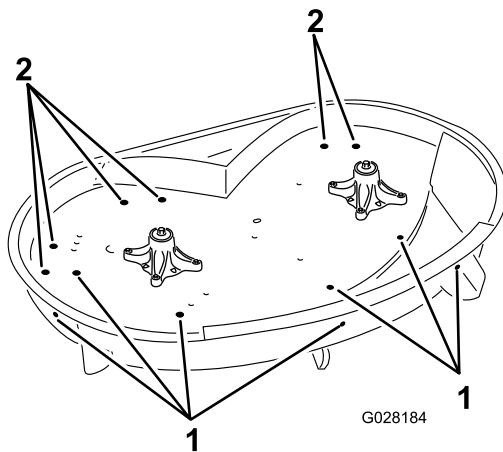

Figure 4
- Localisez les trous illustrés à la Figure 4 et procédez comme suit :